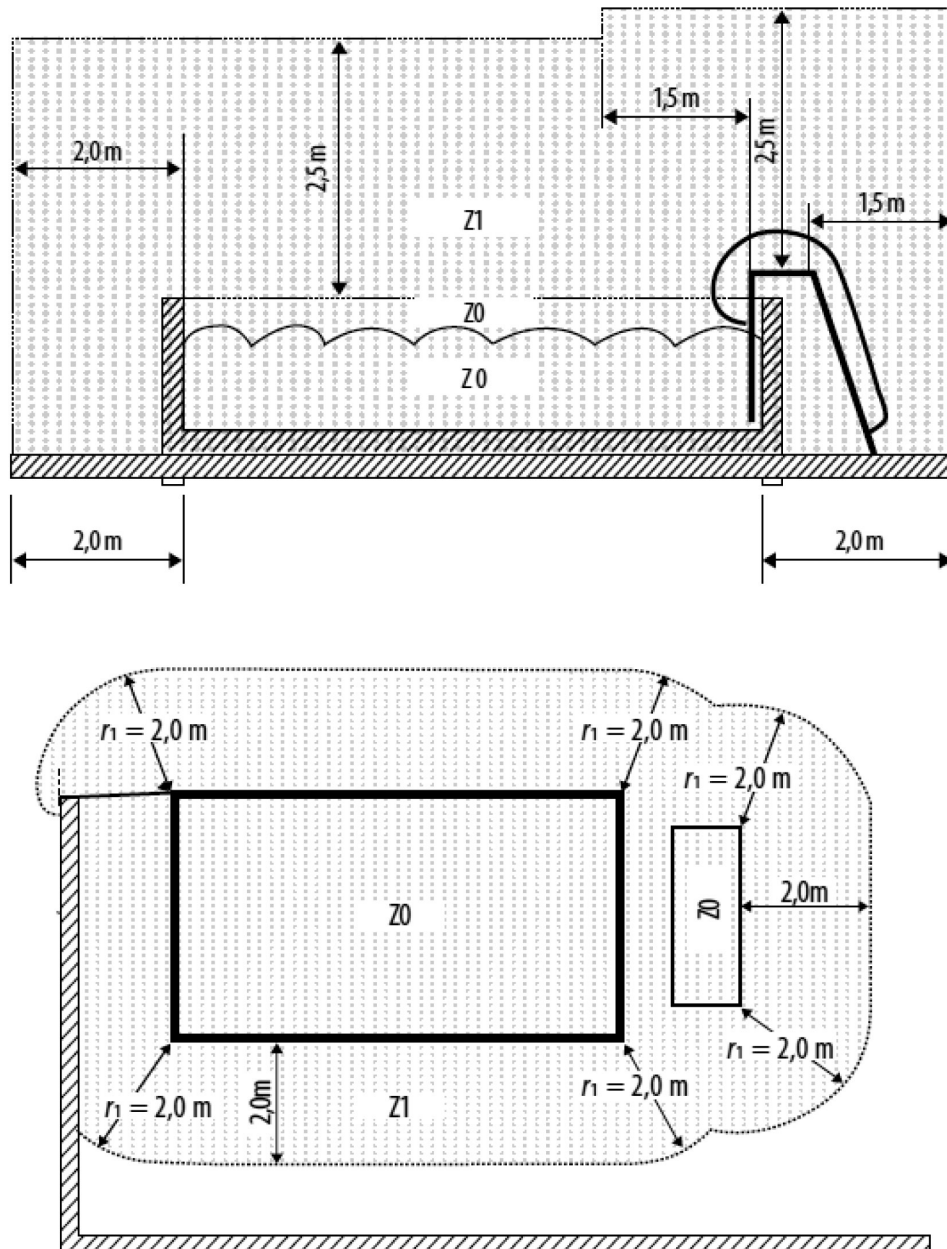

Bild 2
- I zon 0 (Z0) och zon 1 (Z1) (bild 2).